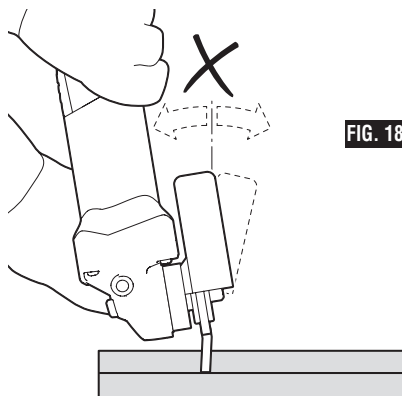

FIG. 18
4. N'exercez pas une pression latérale sur le disque de coupe. N'inclinez pas l'outil et ne le faites pas osciller car cela risquerait de faire éclater la roue (Fig. 18).